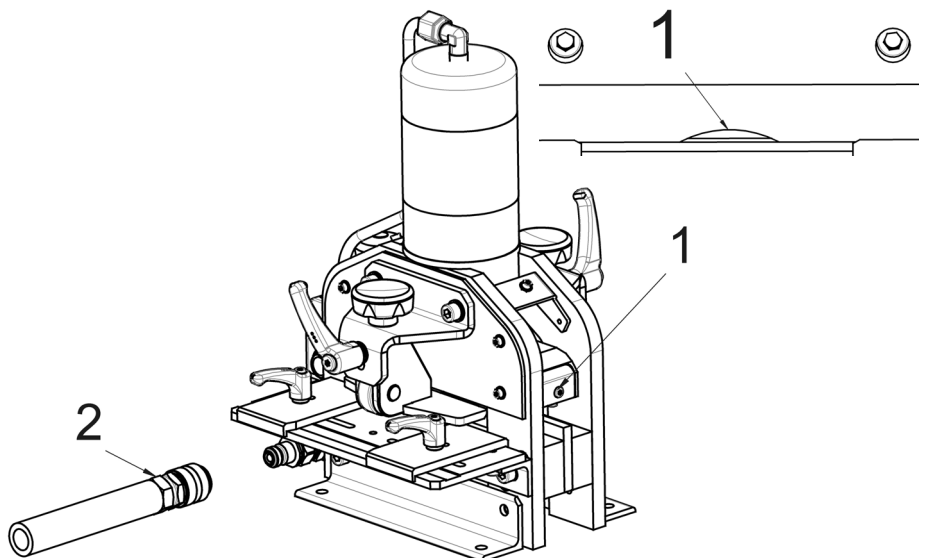

Fig. 10 : lame en position inférieure
- Activer la pompe hydraulique et abaisser la lame jusqu'à ce qu'il ne reste plus qu'une petite courbure (fig. 10, 1) visible entre la lame et la contre-coupe.
- Mettre la pompe hydraulique hors fonction et débrancher immédiatement le raccord hydraulique (fig. 10, 2) de la machine de coupe pour que le porte-lame reste en position inférieure.